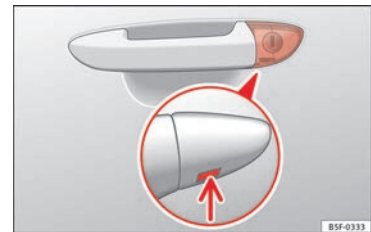

Fig. 3 Dørhåndtag på førerdøren: skjult låsecylinder
- Sæt nøglekammen nedefra og ind i afdækningens åbning »» Fig. 3 (pil) på førerdørens dørhåndtag, og løft afdækningen af nedefra og opad.